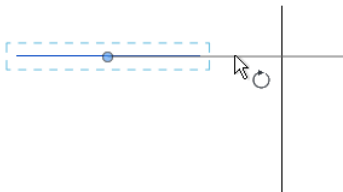

图 2-44 指定旋转的起始位置
(3) 单击以指定旋转的开始位置放射线，如图 2-44 所示。此时显示的线即表示第一条放射线。如果在指定第一条放射线时使用鼠标指针进行捕捉，则捕捉线将随预览框一起旋转，并在放置第二条放射线时捕捉屏幕上的角度。